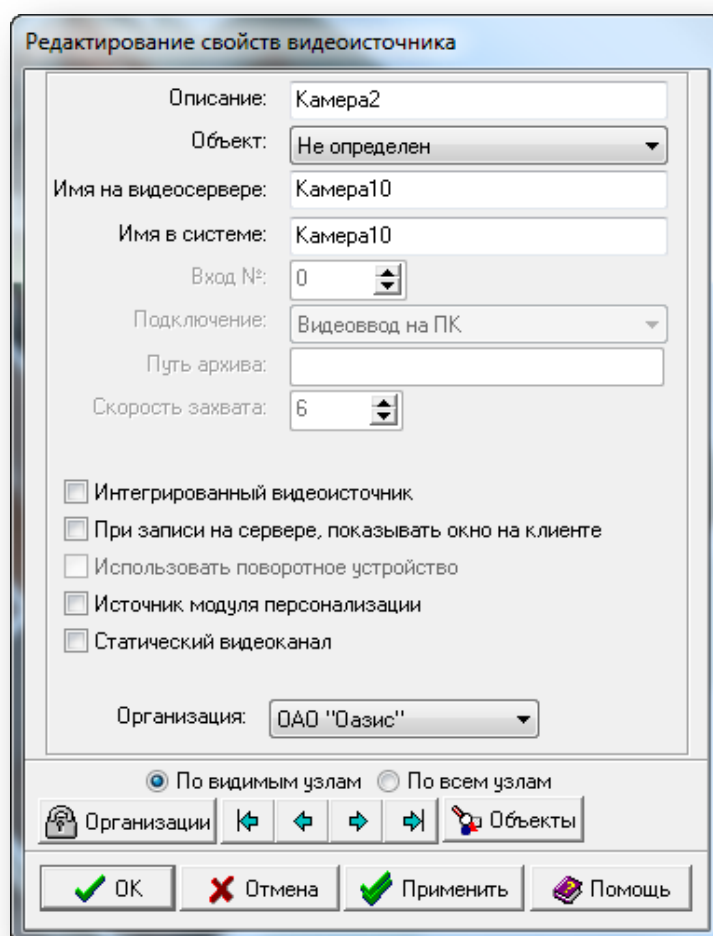

Рисунок 10.3
В окне «Редактирование свойств видеоисточника» (Рисунок 10.3) каждому каналу видеоисточника следует указать:
- «Статический видеоканал» — если напротив не установлен флаг, это означает, что канал динамический (Рисунок 10.3).